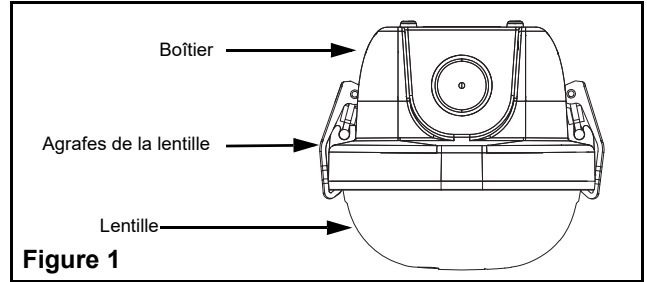

Figure 1
2. Dégager les agrafes de retenue de la lentille puis l'ouvrir (fig. 1).